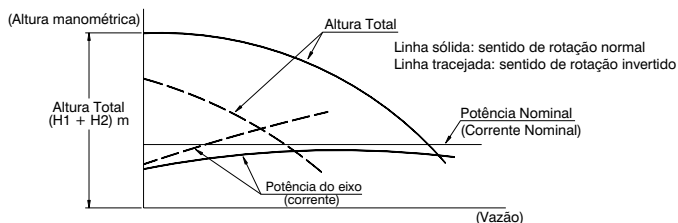

Fig. 18 – Desempenho da Bomba em Rotação Normal
5.2. Verificação do Sentido de Rotação (Fig. 18 e 19)